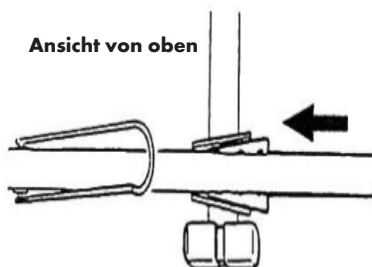

Abbildung 26
- Setzen Sie die konischen Platten an den Querarmen in die konischen Schlitzte an der Halterung ein, wie in Abb. 26 gezeigt.